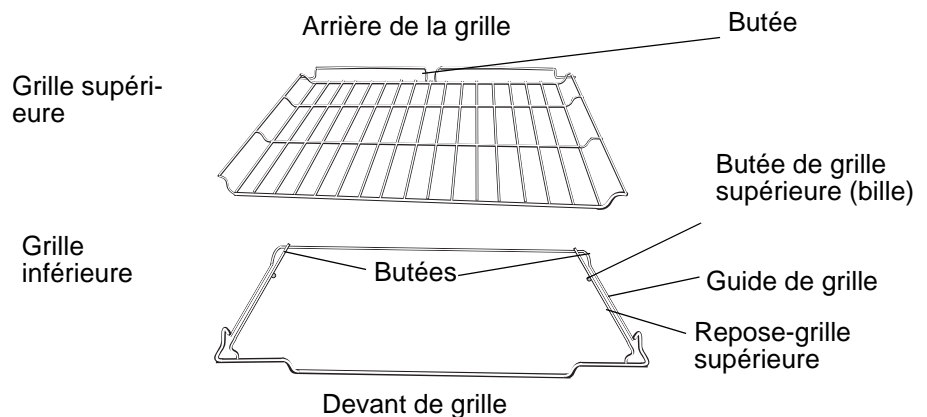

Figure 3: Grille pleine rallonge
4. Pousser complètement la grille supérieure (figure 3).